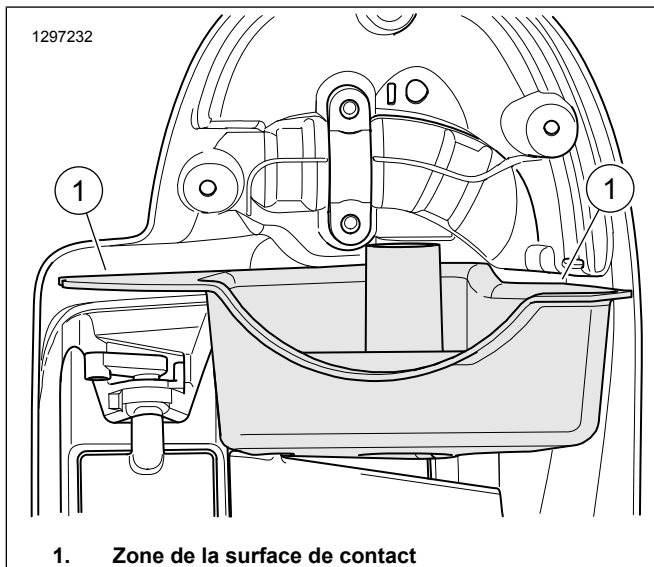

Figure 5. Surface d'accouplement du joint d'étanchéité du carénage inférieur
6. Voir la Figure 5. Nettoyer la surface de contact du joint (1) avec un mélange de 50 % à 70 % d'alcool isopropylique et de 30 % à 50 % d'eau distillée.